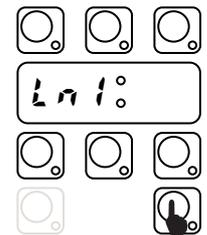
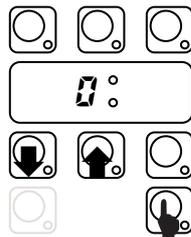

Bild 46 Spüldauer [Min].
Bild 47 Wert ändern/speichern.
- Drücken Sie die Taste DAUERZYKLUS. Im Display erscheint alternativ das Symbol L_n (Bild. 46) und der entsprechende Wert (Bild. 47);
- Mit der Taste ZYKLUS_1 können Sie die Werte erhöhen und mit ZYKLUS_2 verringern (Bild. 47);